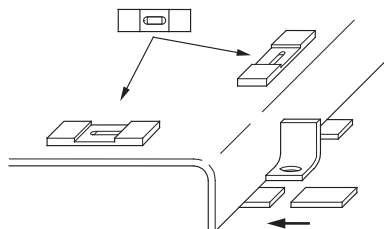

fig. 8: Nivåinställning och justering av bottenplattan
- Lägg på bottenplattan och nivåjustera denna i båda riktningarna med extra balanseringsbrickor (se fig. 8).
- Justera hela aggregatet vid uppställningen på fundamentet med hjälp av vattenpasset (på axeln/tryckanslutningen) (se fig. 8). Bottenplattan ska ha en vågrät tolerans på 0,5 mm per meter.